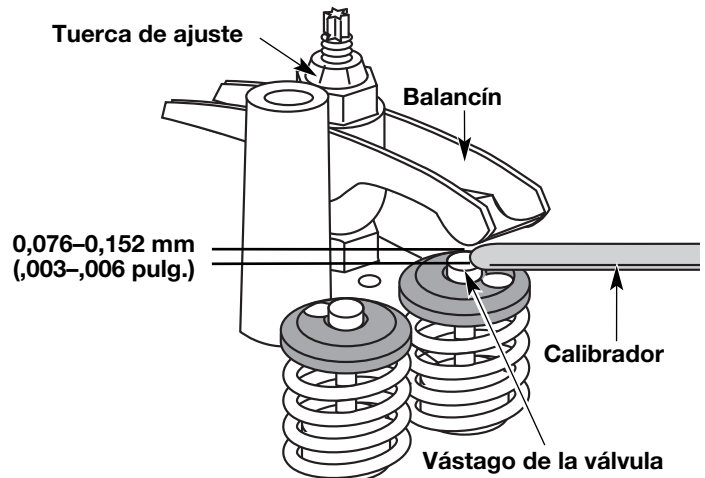

Fig. 29
8. Deslice la galga entre el brazo oscilante y el resorte de retorno de la válvula. Mida el huelgo entre el vástago de la válvula y el brazo oscilante (Fig. 29). Realice esto en las válvulas de entrada y de escape.
- a. Gire la tuerca de ajuste con una llave de 8 mm (5/16 pulgadas) o una guía de tuercas (Fig. 29).